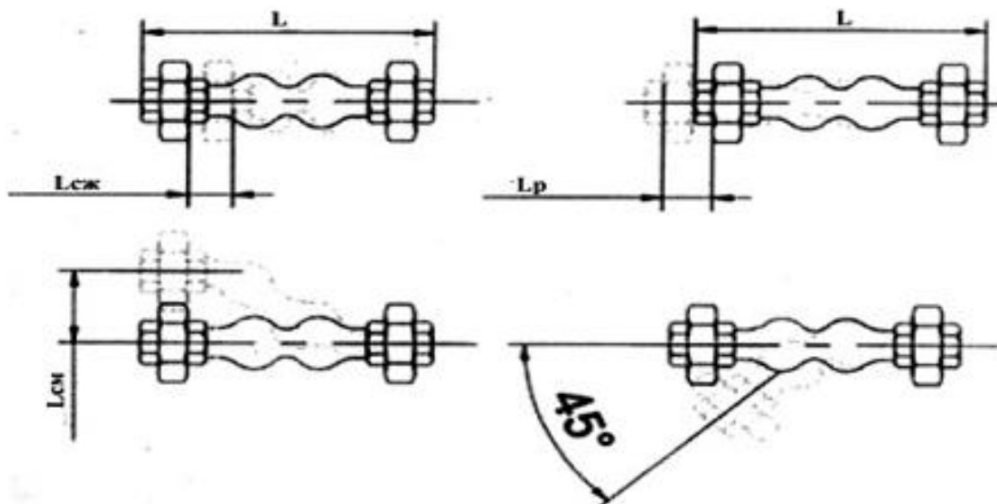

Рис.2
3.3. Значения максимально допустимых деформаций компенсаторов приведены в табл. 3 и на рис. 2.
6.1. При монтаже необходимо соблюдать параметры и учитывать максимально допустимые деформации, указанные в таблице 3 и на рис. 2.